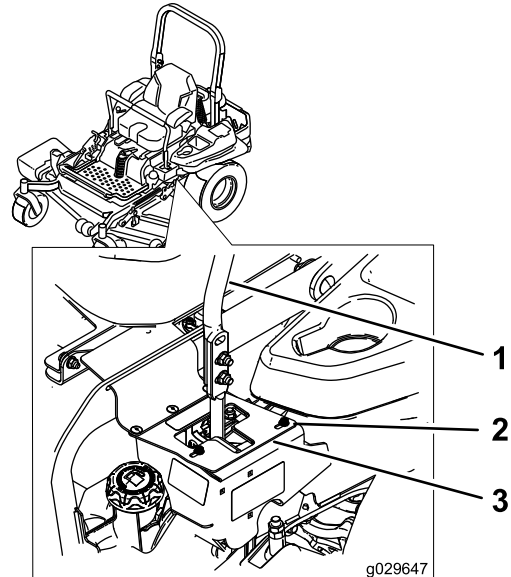

Figure 64
- Si elle se déporte à droite, desserrez les boulons et déplacez la plaque de butée gauche en arrière sur la fente en T gauche, jusqu'à ce que la machine se déplace en ligne droite (Figure 64).
- Si elle se déporte à gauche, desserrez les boulons et déplacez la plaque de butée droite en arrière sur la fente en T droite, jusqu'à ce que la machine se déplace en ligne droite (Figure 64).
- Serrez les boulons de la plaque (Figure 64).